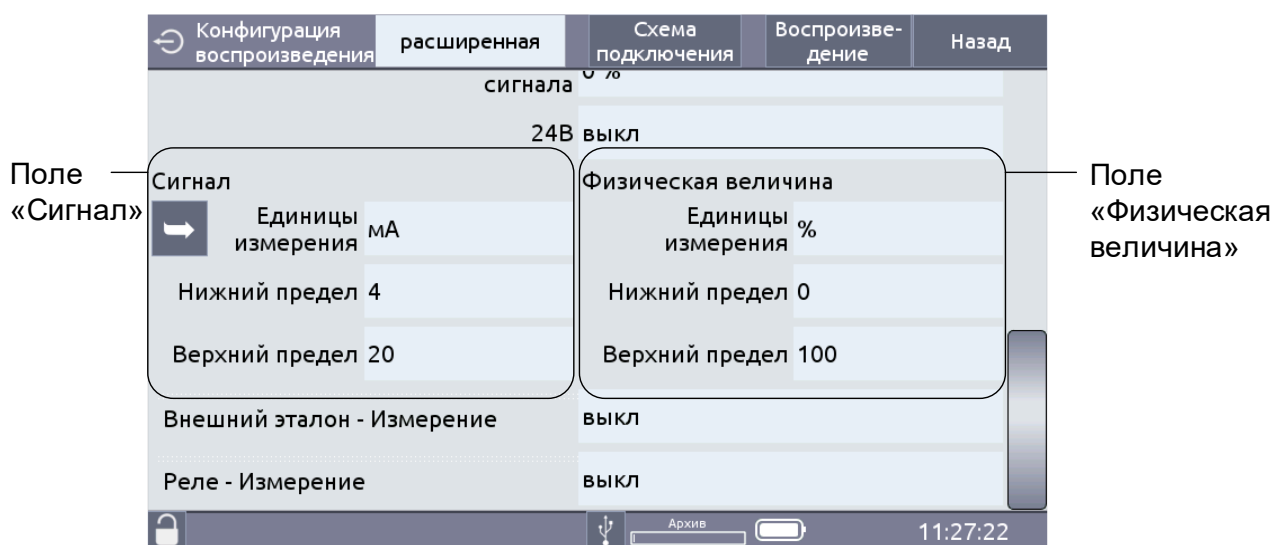

Рисунок 2.25
2.7.2.5 Выбор типа воспроизводимого сигнала «Унифицированный сигнал» приводит к появлению дополнительных редактируемых полей «Сигнал» и «Физическая величина» (рисунок 2.25).